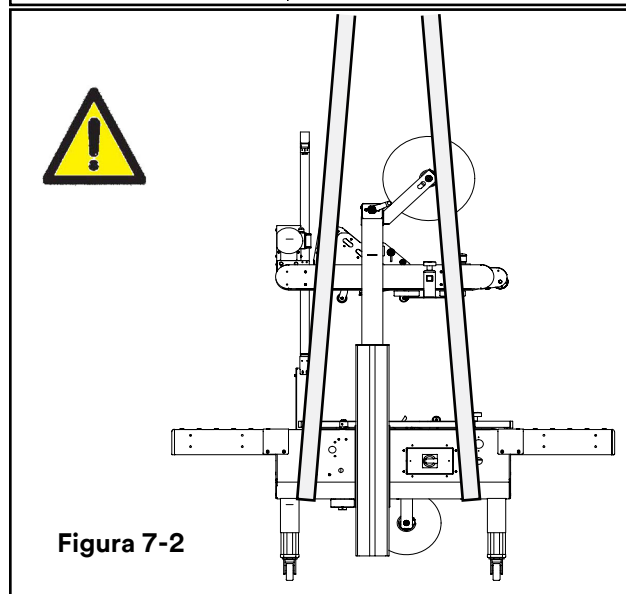

Figura 7-2
- 1 - Sollevare la macchina con cinghie o funi prestando attenzione a inserire le cinghie nei punti (**Figura 7-2**). Per impostare l'altezza del letto della macchina, procedere come segue: